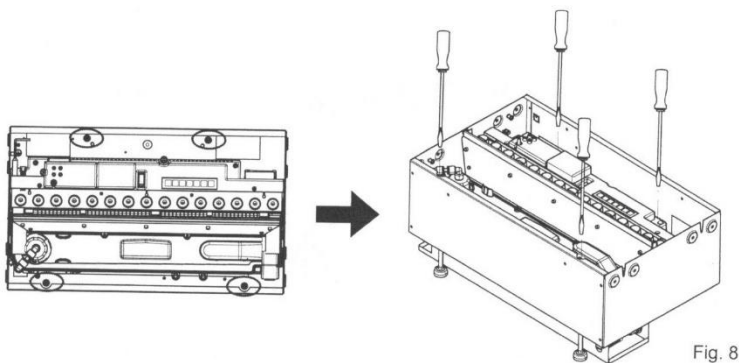

Fig. 8
2. Zorg ervoor dat het product voor de installatie op de juiste hoogte staat en zorg ervoor dat dit voldoende waterpas is. Dit bereikt u door de stelpootjes met een platte schroevendraaier aan te passen. (Zie fig. 8.)